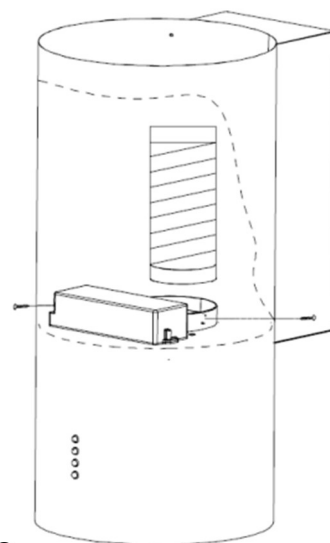

Рис.2
4. Для работы прибора в вытяжном режиме (с подключением к вентиляционному каналу), установите вытяжную трубу на основание воздуховода прибора и закрепите с помощью винтов ST2.9x8 (2 шт.) (Рис.2).